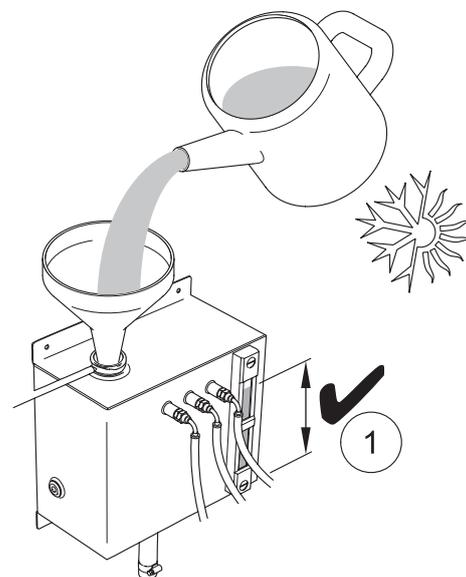

Figura 42
- 9 Rabboccare con soluzione composta da antigelo al 20% in caso di condizioni normali (al 50% in caso di condizioni estreme) fino al massimo livello mostrato nella figura 42 (1).